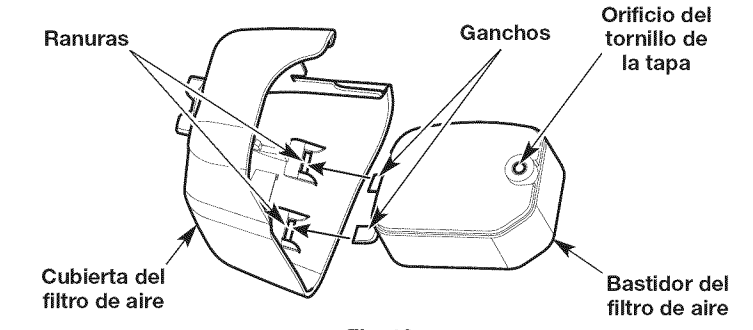

Fig. 19
6. Vuelva a instalar el filtro de aire en su alojamiento (Fig. 19).
7. Inserte los ganchos de la caja del filtro de aire en las ranuras de la tapa del filtro (Fig. 19).
8. Gire la tapa del filtro de aire a la derecha y alinee el tornillo de la tapa con el orificio correspondiente (Fig. 19). Apriete el tornillo para asegurar la tapa del filtro de aire.